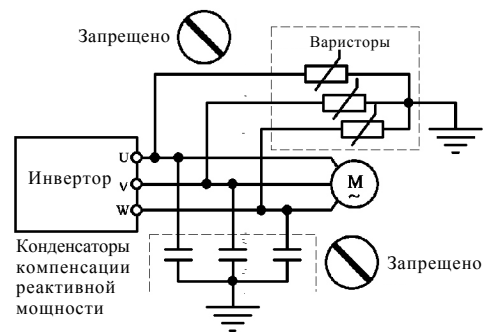

Рисунок 1-3
- Выходное напряжение инвертора - ШИМ волна. НЕ устанавливайте конденсатор или варистор на выходе инвертора. В противном случае существует опасность неправильного размыкания или повреждения силовых цепей инвертора. Демонтируйте такие элементы, если они уже установлены. См. Рисунок 1-3